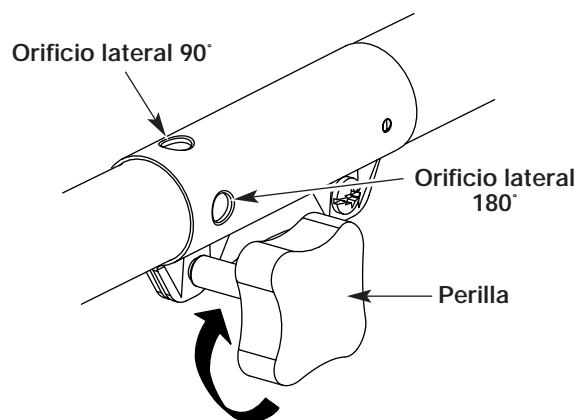

Fig. 11
3. Gire la perilla en sentido horario para ajustarla (Fig. 11).